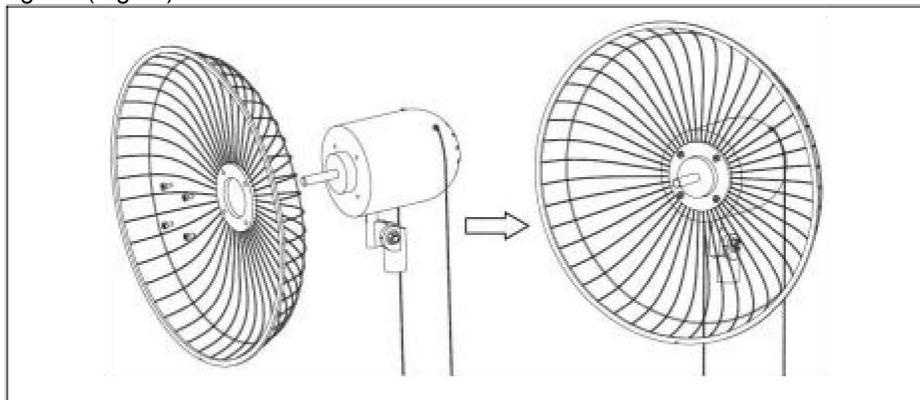

Fig. 5.
- 1). Ta bort gallerskruvarna från motorhuvudet. Fäst sedan baksidan galler (12) på motorhuvudet med den bakre gallerskruven (13) som visas i diagram (Fig. 5.).